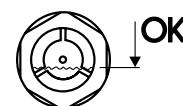

Рис. 6:
- Медленно наполните счетчик маслом с помощью шприца. Это может длиться от 5 до 10 минут, пока масло в обоих камерах не будет иметь одинаковый уровень. Количество масла достаточно, если его уровень расположен в нижней третине масломерного стекла (рис. 6). Требуемое количество масла зависит от положения встраивания счетчика, ориентировочные значения приведены в таблицах 3 и 4.